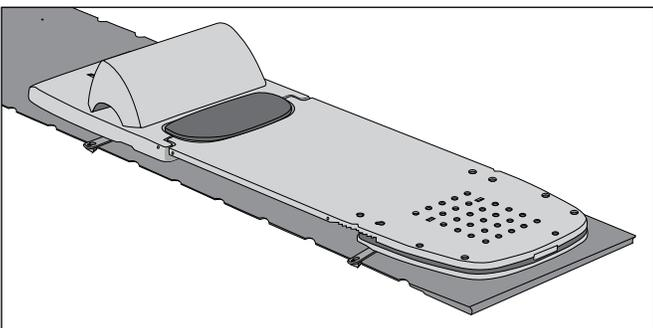

ABB. 3
3. Drücken Sie den Access Supine auf die Indexschiene, um den Access Supine zu arretieren (Abb. 3).